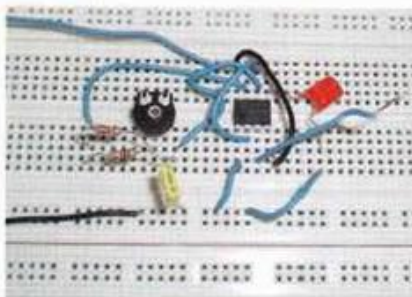

Fig. 10.37.
1. Realizar el montaje del esquema anterior con esos valores de resistencias y condensadores ajustando el potenciómetro. Conectar el osciloscopio y observar la señal de salida (Fig. 10.37).